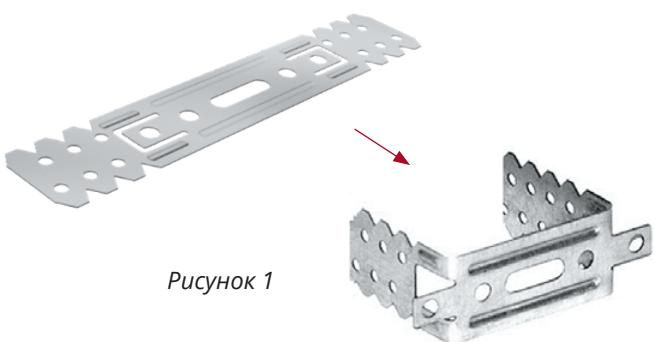

Рисунок 1
- Отогните края подвеса под 90°, чтобы получилась симметричная буква «П» со средней полкой около 60 мм (Рисунок 1).